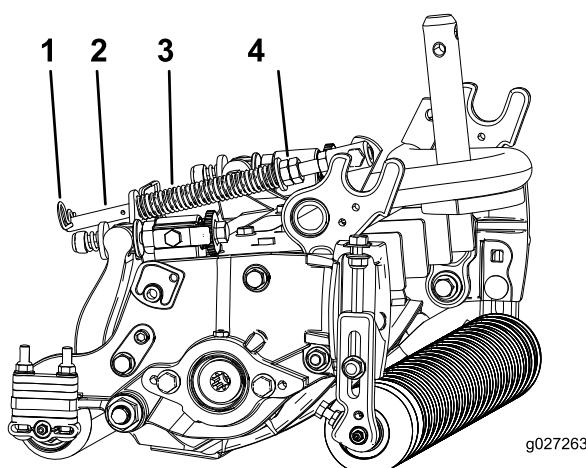

Bild 19
2. Ziehen Sie die Sechskantmuttern vorne an der Federstange an, bis die komprimierte Länge der Feder 15,9 cm beträgt (**Bild 19**).